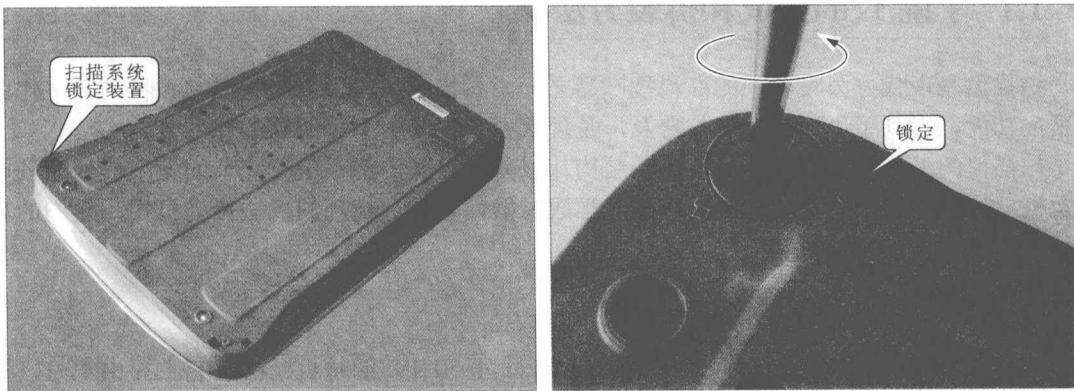

图 1-3 锁上扫描系统锁定装置
(1) 拆卸扫描仪之前，为了防止扫描组件在拆卸过程中受到损害，应先将扫描系统锁定装置锁上，如图 1-3 所示。